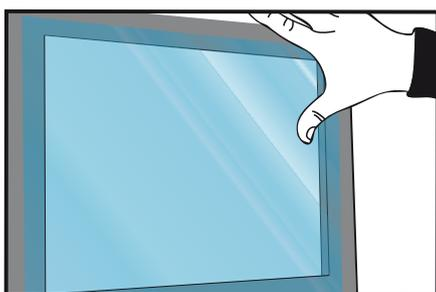

Abbildung 13
- › Beginnen Sie nun mit dem Anbringen der Folie auf dem Bildschirm. Die Folie ist schrittweise zu verkleben. Die Verarbeitung auf einem transparenten Untergrund erfordert ein sehr gleichmäßiges Anbringen der Folie. Dies kann mit einer mit Wollfilz bezogenen Rakel oder per Hand (mit Baumwollhandschuhen) verrichtet werden. (Abb. 13)